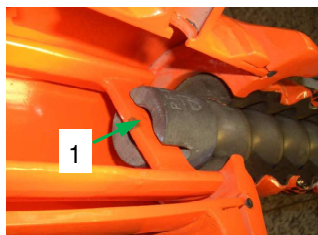
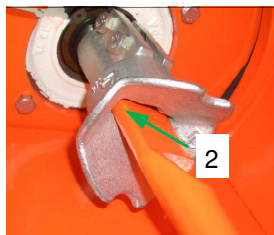

Fig. 61: Sede vite senza fine
Fig. 62: Sede attacco motore
1. Controllare il grado di usura del miscelatore (1) e dell'attacco motore (2).
2. Reinserire il miscelatore e controllarne il corretto alloggiamento sulla vite senza fine (fig. 61) e nell'attacco motore (fig. 62).